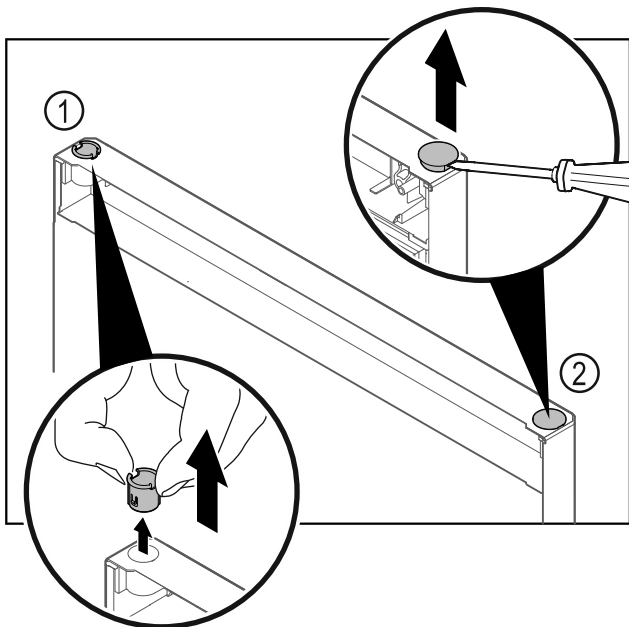

Fig. 20
- Nxirrni jashtë bokullën e menteshës Fig. 20 (1) me gishta.
- Ngrini lart me kujdes tapën mbuluese Fig. 20 (2) me një kaçavidë me kokë petë dhe nxirreni jashtë.